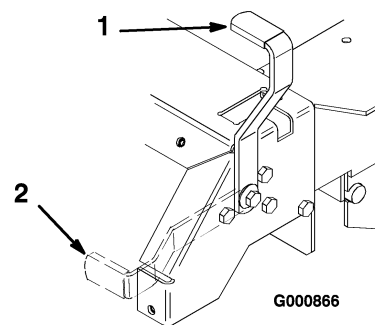

Figure 7
2. Tirez le frein de stationnement en arrière et vers le haut pour le serrer (Figure 7). Une fois serré, le frein de stationnement ne doit plus bouger.
Poussez le levier du frein de stationnement vers l'avant et vers le bas pour le desserrer (Figure 7).